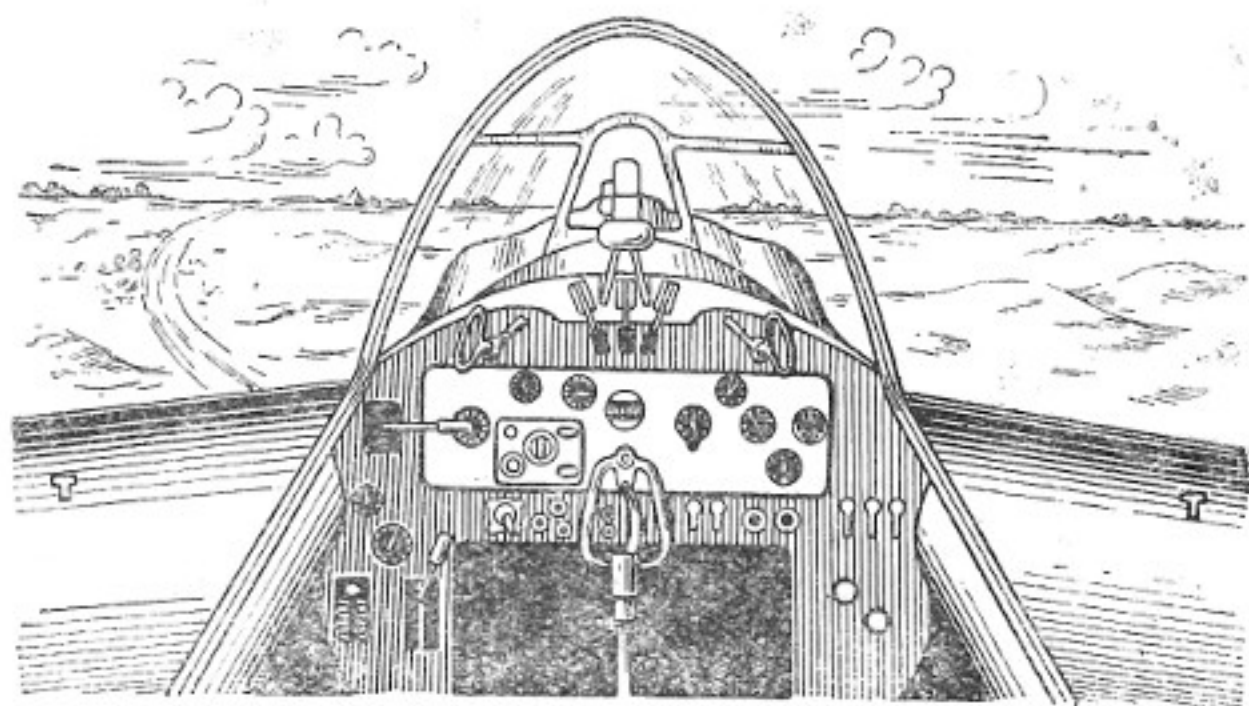

Рис. 6. Подъём хвоста на разбеге
6. После пробега самолётом расстояния, на протяжении которого мотор приобретает полные обороты, медленным отклонением ручки от себя поднимать хвост до нормального положения (рис. 6).